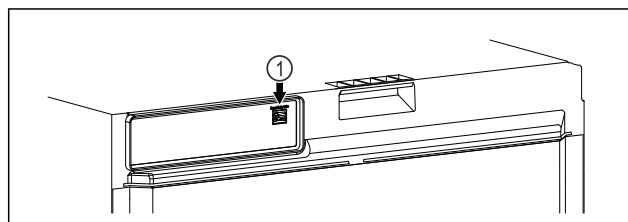

Fig. 105
- SmartModule Fig. 105 (1) är insatt.